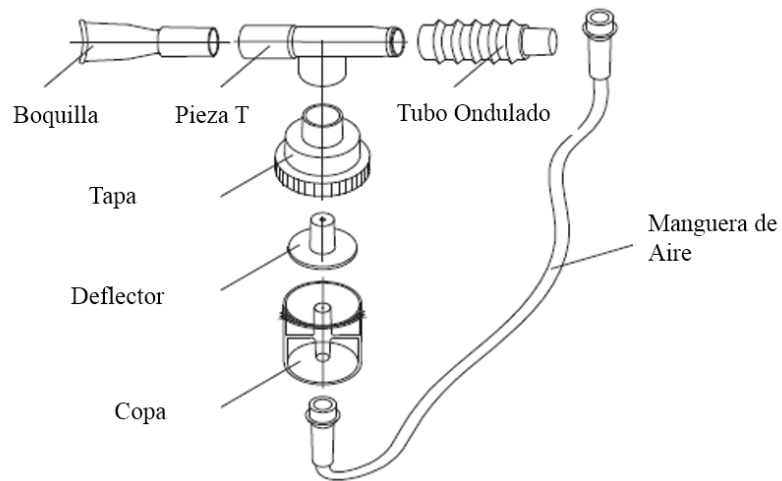

Figura 8. Componentes del Nebulizador
- Después de terminar la limpieza, debe secar todos los componentes antes del almacenamiento. (La instalación del nebulizador se muestra en la figura 8).
- 1) Después de la nebulización, retire el nebulizador del concentrador de oxígeno. Apague el concentrador de oxígeno, desconecte la manguera, retire la tapa, desmonte el nebulizador como se muestra en la Figura 8.